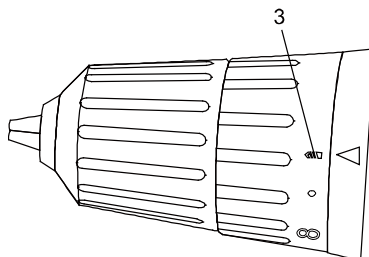

Рис. 3
Сверление обозначено значком (3)  на вращающемся кольце (Рис. 3).